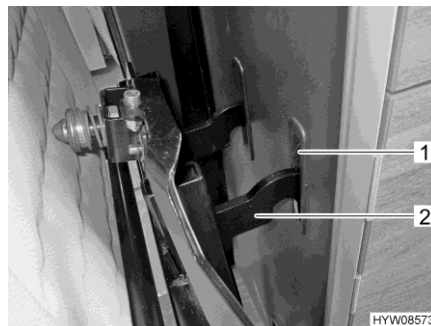

Fig. 12 Estrazione del telaio del sedile
- Sollevare appena il telaio del sedile (Fig. 12,2) e sfilarlo dai supporti tirandolo in avanti (Fig. 12,1).